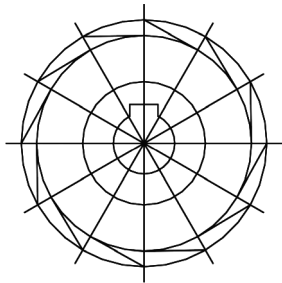

图 5-42 绘制连线
2) 使用捕捉交点和“直线”命令，绘制两个大圆与射线交点的各连线，如图 5-42 所示。